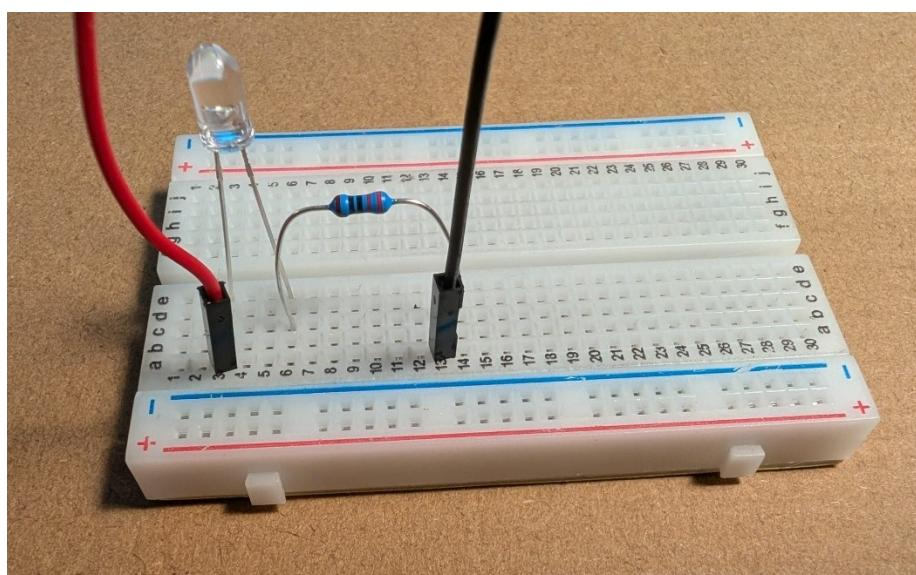

Abbildung 4: Schaltung Level I
6. **Verbindung mit dem Windrad:** Stecken Sie ein Kabel vom Windrad in A3 und das andere in A13. (Abbildung 4: Schaltung)